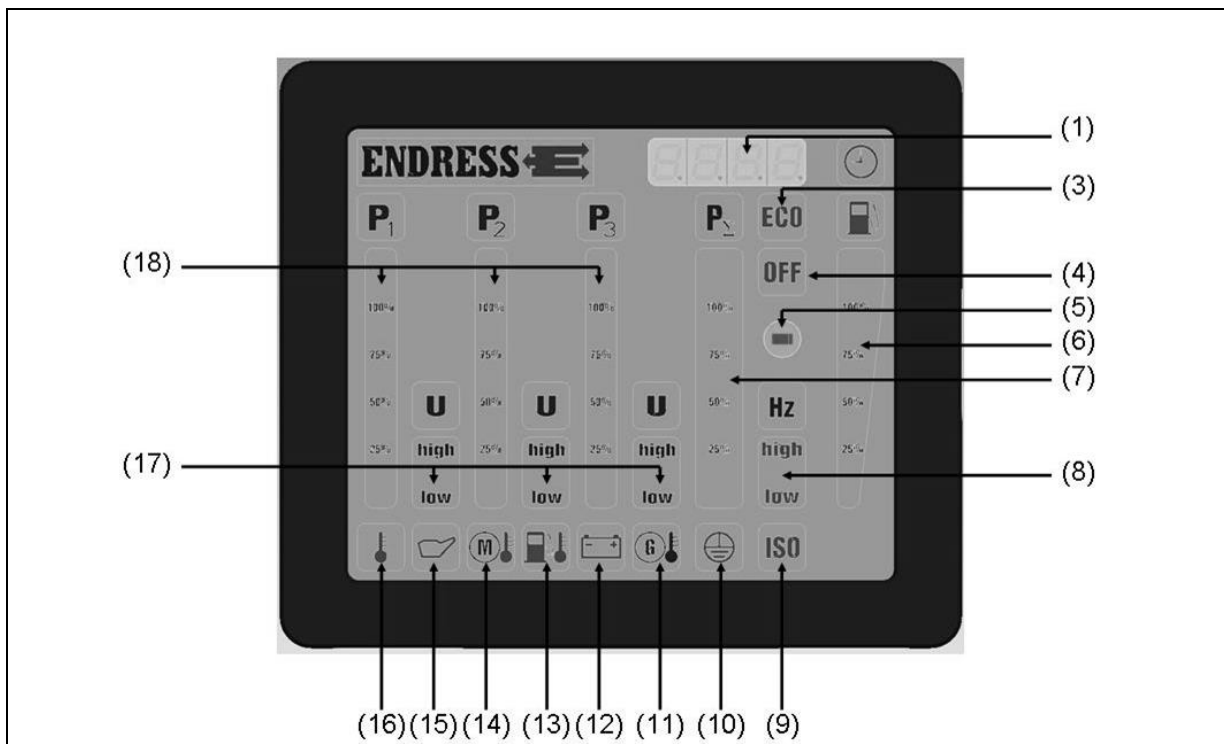
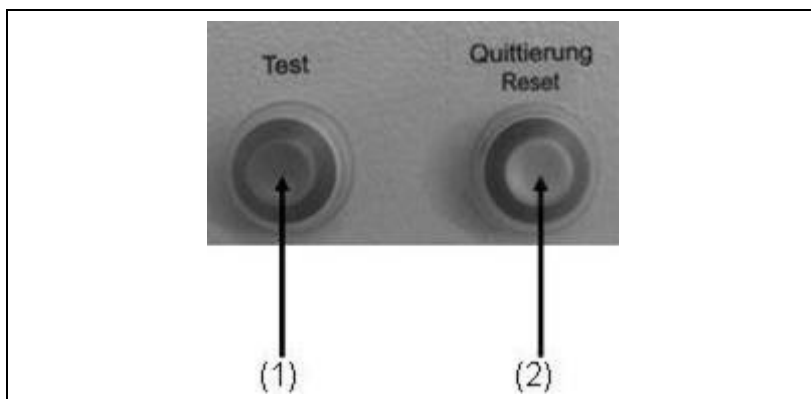

Abb. 4-6: Multifunktionsdisplay
Abb. 5-2: Isolationsüberwachung mit E-MCS 4.0
Elektrostart Sobald der START-STOP-Schalter auf die Pos. „Betrieb“ gestellt wird, leuchten zur Kontrolle alle LEDs für ca. 2 Sekunden. Danach wird für ca. 30 Sekunden die normale Betriebsbeleuchtung angezeigt. Falls in dieser Zeit der Motor nicht gestartet wird, geht das E-MCS 4.0 in den Sleep-modus und die Anzeige erlischt. Um das E-MCS 4.0 wieder in den Betriebszustand bringen zu können, muss der START-STOP-Schalter zuerst wieder in Pos. „STOP“ gebracht werden. Die Anzeigeintensität ist abhängig von der Umgebungshelligkeit (Sensor *siehe Abb.4-6-(5)*).
Betriebsstunden: Anzeige (siehe Abb. 4-6-(1)) ist bei laufendem Gerät oder für 30 Sekunden aktiv, wenn START-STOP-Schalter in Pos. „Betrieb“ steht.
Umgebungstemperatur: Leuchtet die Anzeige (*siehe Abb. 4-6-(16)*) bei laufendem Gerät rot, ist die Temperatur zu hoch und das Gerät sollte ausgeschaltet werden.
- Öldruck:** Leuchtet die Anzeige (*siehe Abb. 4-6-(15)*) bei laufendem Gerät rot, ist der Öldruck zu gering und das Gerät schaltet automatisch ab bzw. der Buzzer ertönt, dieser kann mit der Quittierungstaste quittiert werden.
- Motortemperatur:** Leuchtet die Anzeige (*siehe Abb. 4-6-(14)*) bei laufendem Gerät rot, ist die Motortemperatur zu hoch und das Gerät sollte ausgeschaltet werden.
- Kraftstofftemperatur:** Leuchtet die Anzeige (*siehe Abb. 4-6-(13)*) bei laufendem Gerät rot, ist die Kraftstofftemperatur zu hoch und das Gerät sollte ausgeschaltet werden.
- Batterieladekontrolle:** Leuchtet die Anzeige (*siehe Abb. 4-6-(12)*) rot ist die Ladefunktion der Lichtmaschine ausgefallen.
- Isolationsüberwachung:** Leuchtet die Anzeige (*siehe Abb. 4-6-(9)*) rot bzw. ertönt der Buzzer so liegt ein Isolationsfehler vor. (*siehe Kap. 5 Isolationsüberwachung*).
- Schutzleiterprüfung:** Leuchtet die Anzeige (*siehe Abb. 4-6-(10)*) während der Schutzleiterprüfung (*siehe Kap. 4.7 Schutzleiterprüfung*) grün so sind die Schutzleiter der angeschlossenen Geräte in Ordnung. Ist die Schutzleiterfunktion nicht gewährt, bleibt die Anzeige aus.
Füllstand Kraftstofftank: Die Anzeige (siehe Abb. 4-6-(6)) gibt einen ungefähren Richtwert über den Tankinhalt.
Frequenz: Leuchtet die Anzeige (siehe Abb. 4-6-(8)) grün, befindet sich die Frequenz im korrekten Bereich (47,5-52,5 Hz).
Phasen L1-L2-L3: Für einzelnen Phasen L1 bis L3 (siehe Abb. 4-6-(18)) wird jeweils einzeln angezeigt:
Spannung (U) (siehe Abb. 4-6-(17)):
Belastung (P) (siehe Abb. 4-6-(18)):
Relative Belastungsanzeige: Belastung (P_{Σ}) (siehe Abb. 4-6-(7))
NOT-AUS-Taster: Leuchtet das Symbol „OFF“ (siehe Abb. 4-6-(4)) rot und der Buzzer ertönt, wurde der NOT-AUS-Taster gedrückt. Der Buzzer kann mithilfe der Quittierungstaste quittiert werden.
2. Drücken Sie den Testknopf (siehe Abb. 5-2-(1))
- ✓ Das Symbol am Display (siehe Abb. 4-6-(9)) zeigt das Ergebnis an, bei Isolationsüberwachung mit Buzzer ertönt dieser zusätzlich und kann über den Quittierungs-Taster (siehe Abb. 5-2-(2)) quittiert werden:
3. Nach der Überprüfung muss der Reset-Taster (siehe Abb. 5-2-(2)) gedrückt werden um das Gerät wieder zu betreiben
- ✓ Das Symbol am Display (*siehe Abb. 4-6-(8)*) zeigt das Ergebnis an:
2. Nach dem abschalten und abstecken des Verbrauchers muss der Reset-Taster (*siehe Abb. 5-2-(2)*) gedrückt werden um das Gerät wieder zu betreiben.
3. Drücken Sie den Testknopf (*siehe Abb. 5-2-(1)*)
- 4. Nach der Überprüfung muss der Reset-Taster (siehe Abb. 5-2-(2)) gedrückt werden sowie der Leitungsschutzschalter in Pos. 1 gebracht werden um das Gerät wieder zu betreiben.